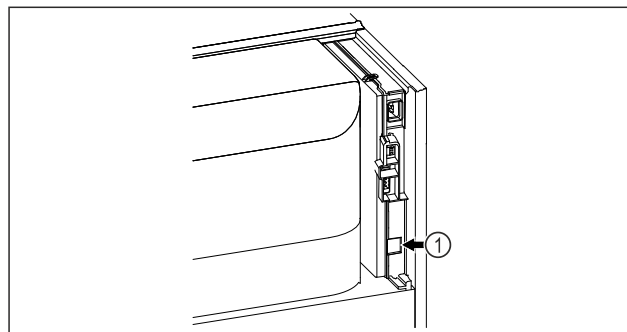

Fig. 79
- SmartModule Fig. 79 (1) ist eingesetzt.